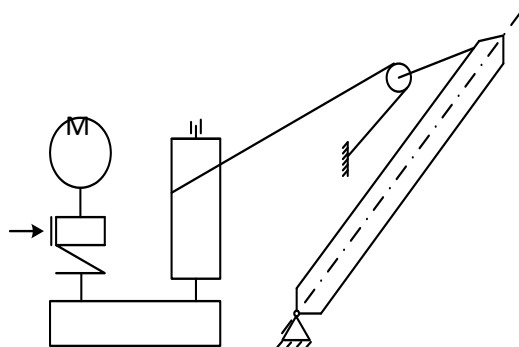

Рисунок. 11. Кинематическая схема механизм изменения вылета с подъемной стрелой
I) подъем и опускание стрелы с помощью стрелового полиспаста (рисунок 11) который со стреловой лебедкой по конструктивному исполнению аналогичен механизму подъема груза;